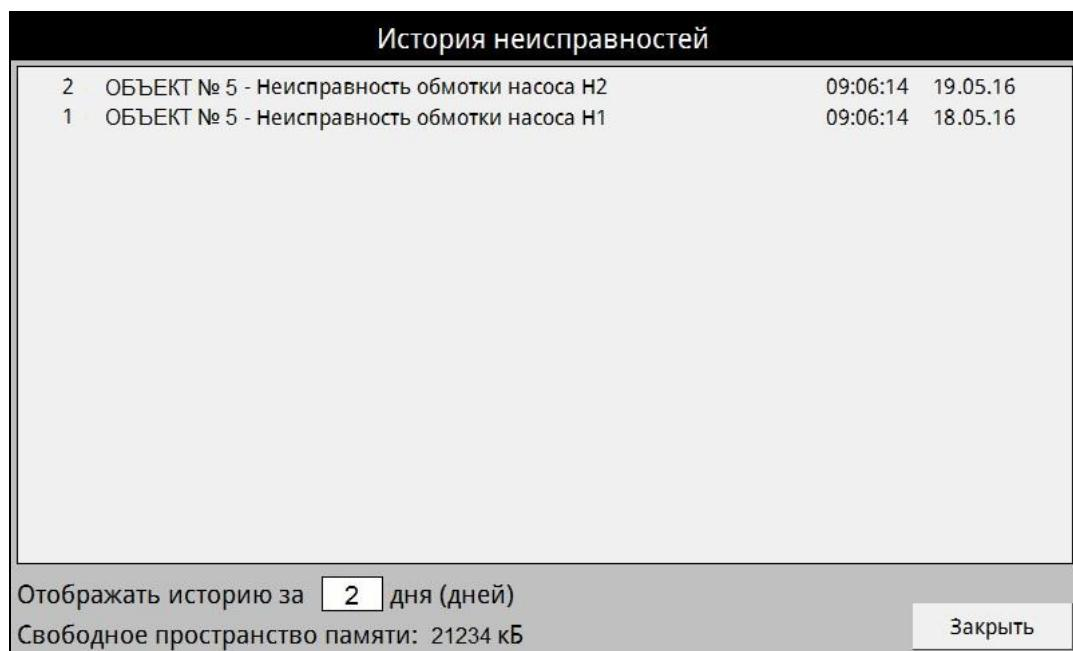

Рисунок 9.10 - Журнал неисправностей
9.9 При нажатии на кнопку «История неисправностей» откроется всплывающее окно (рисунок 9.10).